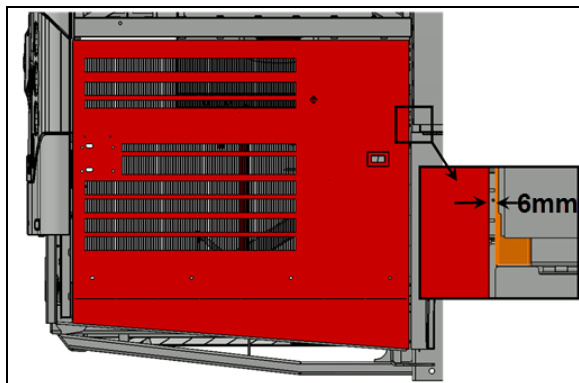

FIGURE 53:
5. Vérifier le jeu entre la porte et l'aile arrière au niveau du bras supérieur de la porte. Le jeu devait être $1/4''$ (6 mm) (Figure 53:).